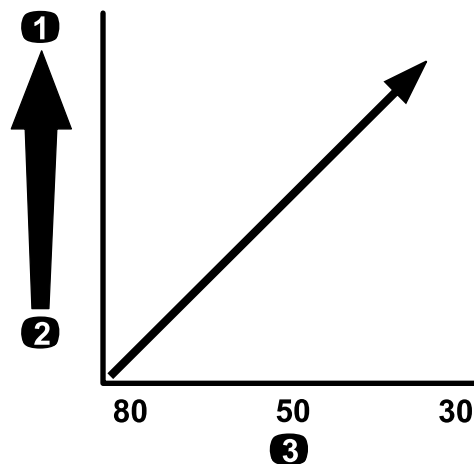

**Figura 76**
**Important:** Când pulverizai produse chimice cu vâscozitate mai mare (mai vâscoase) sau soluii cu pulberi umectabile, poate fi necesar să utilizai o plasă de sită mai grosieră pentru filtrul de aspiraie opțional; consultați Figura 76.